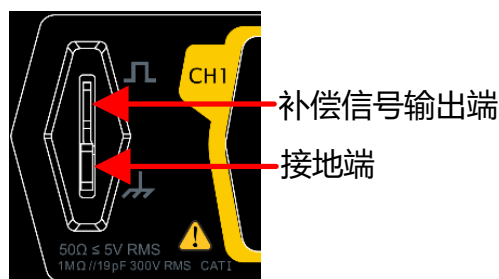

图 7.7 使用补偿信号
2. 将探头的接地鳄鱼夹连接至 图 7.7 所示的“接地端”。
3. 使用探头连接示波器的通道 1 (CH1) 输入端和 图 7.7 所示的“补偿信号输出端”。